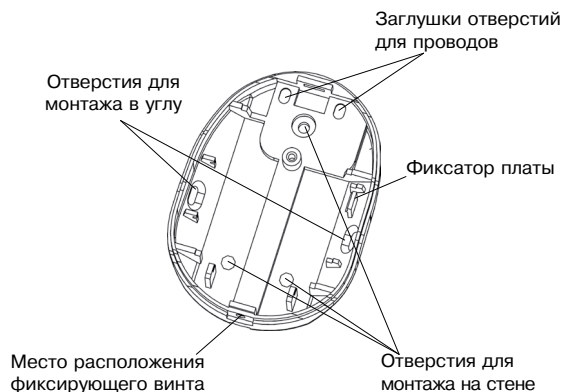

Рисунок 1 – Основание извещателя
- снимите печатную плату, отжав удерживающий ее фиксатор (см. рисунок 1);
- просверлите в основании корпуса отверстия (см. рисунок 1), которые будут использоваться для прокладки проводов и крепления извещателя;